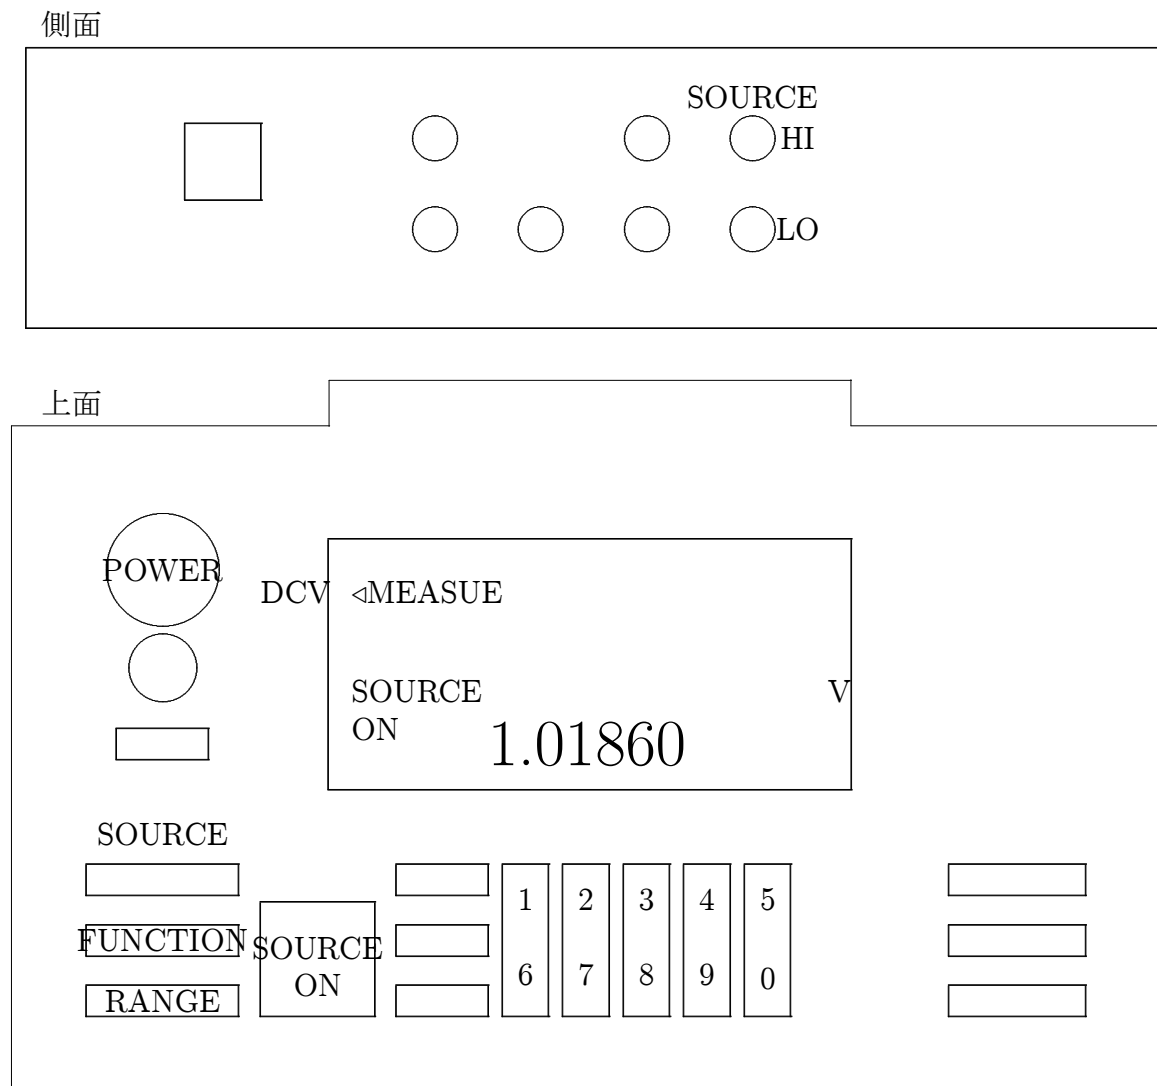

図 9.3: コンパクトカル
電位差計への標準電圧供給にはコンパクトキャルを用いる。(図 9.3 参照)
5. 図 9.3 の "1" から "0" までのキーを使用して液晶表示部の "0.00000" を "1.01860" の表示に変える。